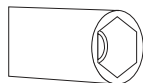

Figura 2
1. Utilice una herramienta con un cabezal especial para quitar e instalar la boquilla como se ve en la figura 2